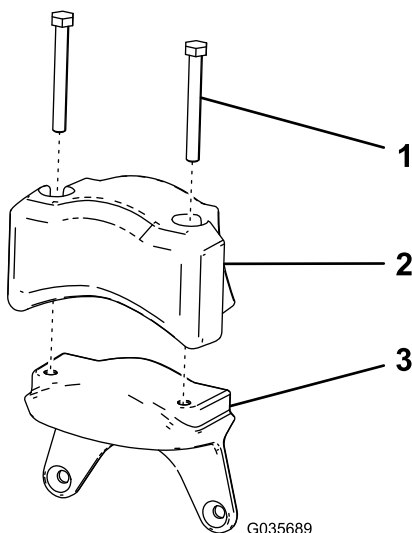

図 8
1. 電気モータのカウンタウェイトを外す (ページ 3) で外したキャップスクリュー 5/16" x 2³/₄" 2 本とカウンタウェイトを、新しいウェイトに組み付ける 図 8。